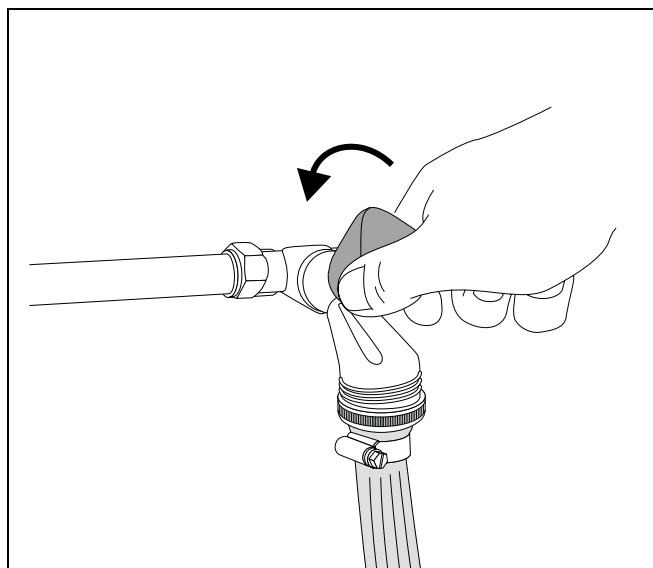

Fig. 13 Deschideți robinetul de apă și umpleți instalația de încălzire
- Deschideți cu atenție robinetul de apă și umpleți încet instalația de încălzire (Fig. 13).